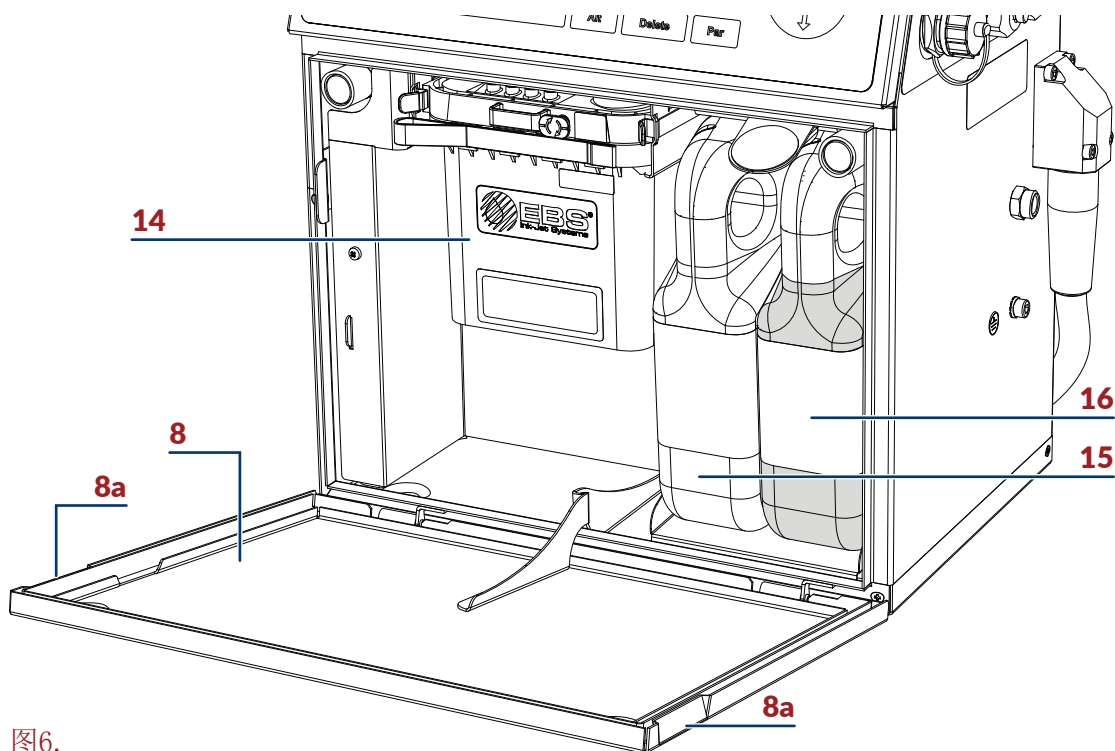

图6.
- 墨水瓶 **16**（见 第29页图6）
- 溶剂瓶 **15**（见 第29页图6）
- iModule®墨芯 **14**（见 第29页图6）